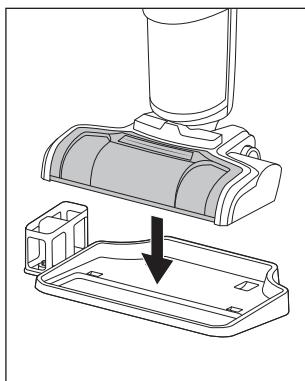

Fig. 31
- ◆ Puneți aparatul oprit pe tava de depozitare **4** a stației de parcare și curățare (a se vedea fig. 31).